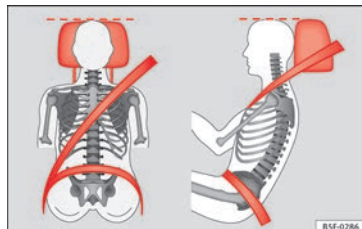

Fig. 84 Poggiatesta posizionato correttamente, vista frontale e laterale.
- Regolare il poggiatesta portandone il bordo superiore alla stessa altezza della parte superiore della testa, almeno all'altezza degli occhi »» **fig. 84.**